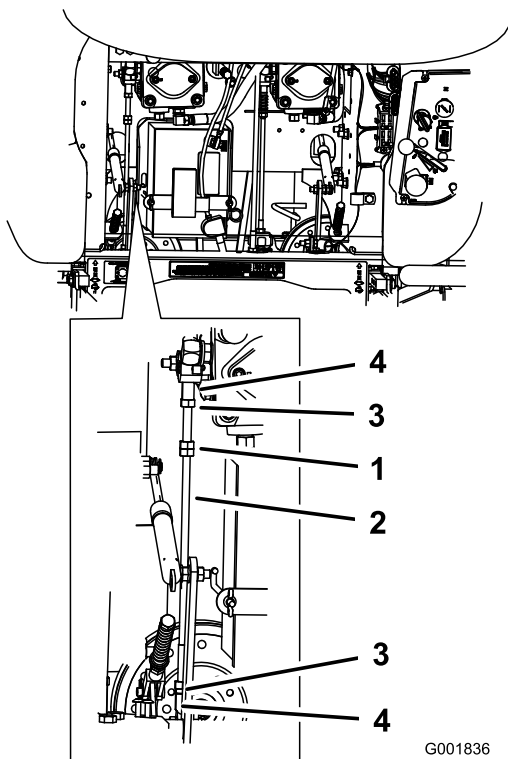

Figura 54
1. Afloje las contratuercas de la articulación esférica de la varilla de control de la bomba (Figura 54).
3. Ajuste la longitud de la varilla de la bomba girando las tuercas dobles de la varilla, en el sentido apropiado, hasta que la rueda quede estacionaria o se mueva muy lentamente en marcha atrás (Figura 54).
6. Apriete las contratuercas de las articulaciones esféricas (Figura 54).